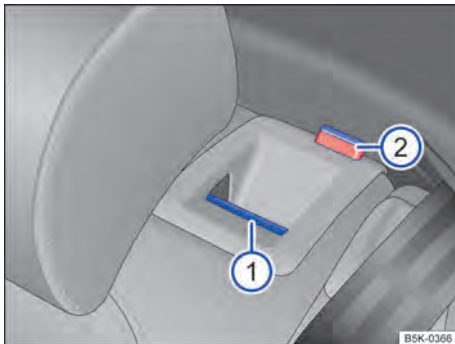

Fig. 70 No encosto do banco traseiro: botão de desbloqueio.
- Puxar o botão de destravamento → Fig. 70 (1) para frente e, ao mesmo tempo, rebater o encosto do banco traseiro para frente.
- A respectiva parte de encosto do banco traseiro estará destravada quando a marcação vermelha → Fig. 70 (2) estiver visível.
- A marcação vermelha → Fig. 70 (2) não pode mais estar visível.